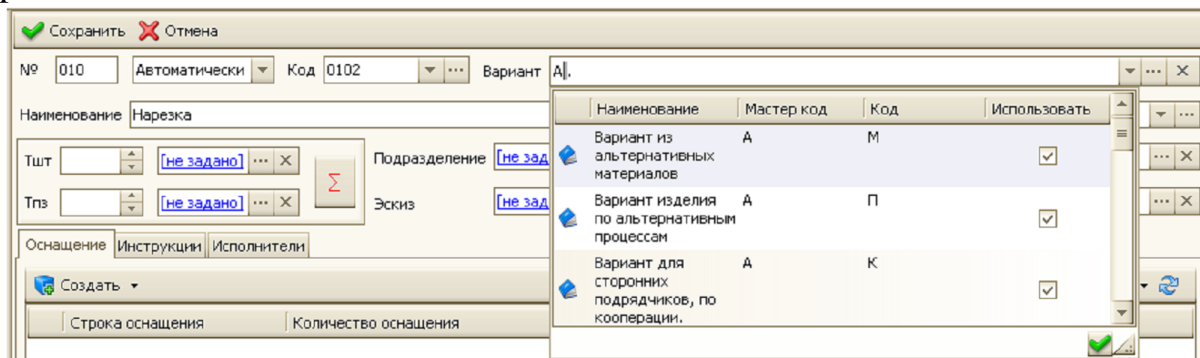

Рис. 32 Выбор класса варианта классификатора при создании альтернативной операции
2. На закладке «Техпроцесс» заполнить значение поля «**Вариант**» в соответствии с классификатором. Для заполнения первой позиции необходимо установить курсор в поле «**Вариант**» одинарным кликом левой клавиши мыши. При этом возникнет маска ввода с фокусом на первом разделе (первом символе), как показано на рис. 32.